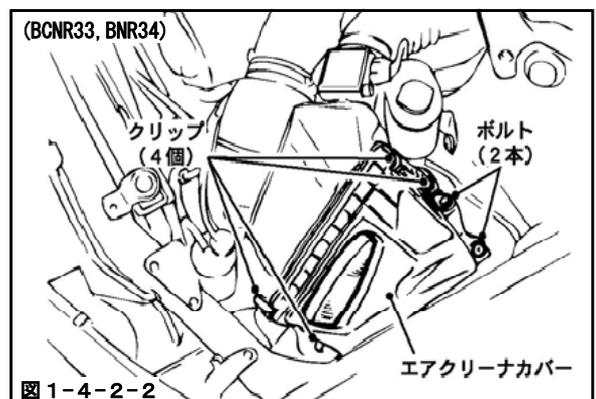

図1-4-2-2
- (6) フロント, リア(以下、F, Rとする)のエアフロメータをとめているホースバンドをゆるめてください。(図1-4-2-3)